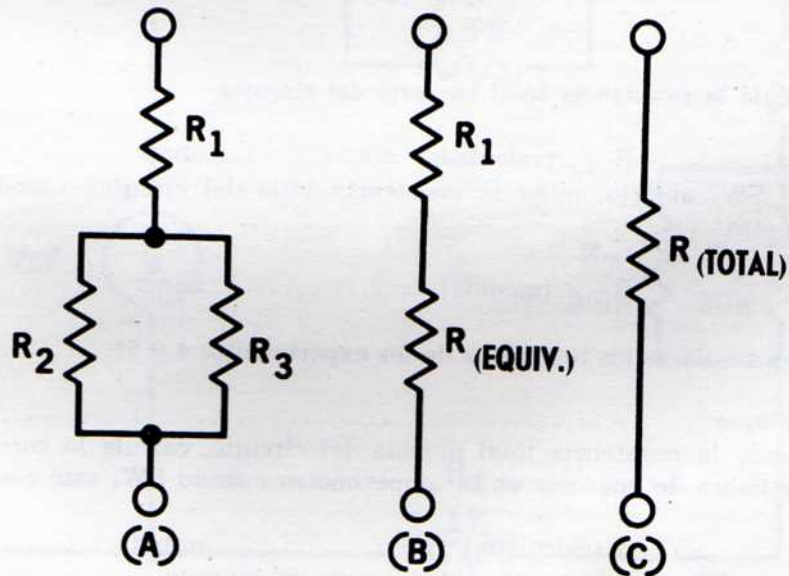

Fig. 13-1
1. El circuito de la Fig. 13-1 (A) es una disposición serie-paralelo de resistencias. En este circuito, R_1 está en serie con la combinación de R_2 y R_3 en paralelo. Si se calcula la resistencia en paralelo equivalente de R_2 y R_3 , se le puede llamar $R_{\text{equivalente}}$; después conéctese el grupo en serie con R_1 como se muestra en la Fig. 13-1 (B). Luego se puede calcular la resistencia total de este circuito de resistencias en serie y llamar al resultado la R_{total} como se muestra en la Fig. 13-1 (C).